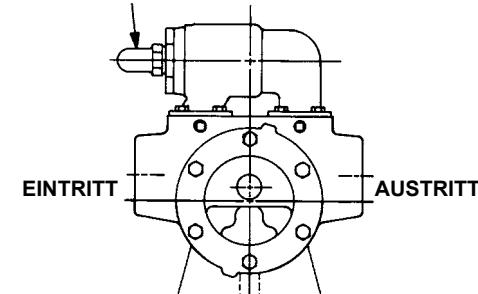

ABBILDUNG 5
4. Die Einstellschraubenkappe des Entlastungsventils zeigt stets zur Ansaugseite der Pumpe. Wenn die Pumpenrotation umgekehrt wird, wird das Entlastungsventil abgenommen und am entgegen gesetzten Ende eingebaut. Siehe Abbildung 5.